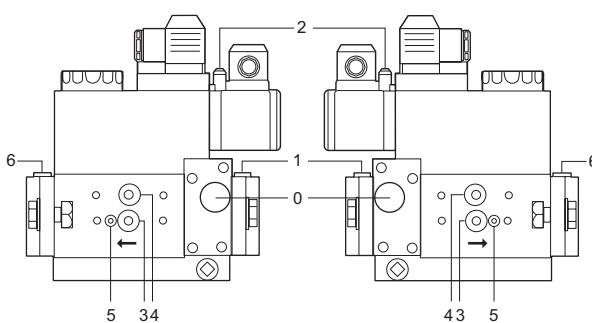
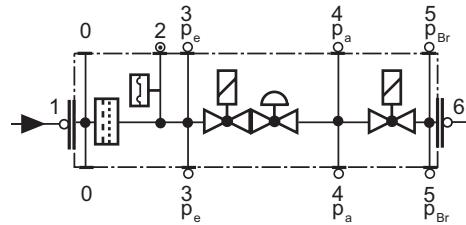

Fig. 26
Fig. 27
- Schimbati filtrul daca diferența de presiune dintre prizele 1 si 3 (Fig.26 - Fig.27) este $\Delta p > 10$ mbar ;
- Schimbati filtrul daca diferența de presiune dintre prizele 1 si 3 (Fig.26 - Fig.27) este de doua ori mai mare comparata cu cea de la ultima verificare ;